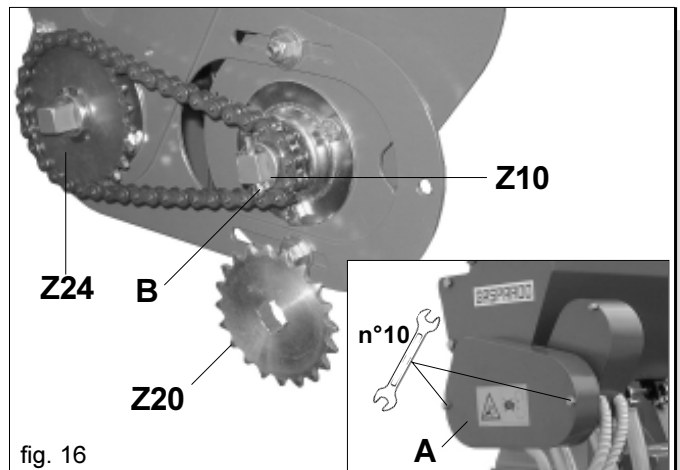

fig. 16
Es wird ein zusätzliches Getriebe (Z29) geliefert, dass bei einem hohen Saatgutaustrag anstelle des serienmäßig montierten Getriebes Z10 (Abb. 16) montiert wird.
- Die Schrauben mit einem Schraubenschlüssel Nr. 10 lockern und das Schutzgehäuse der Getriebe (A Abb. 16) abbauen.
- Den Splint (B) entfernen und das Getriebe durch das Ersatzgetriebe austauschen;